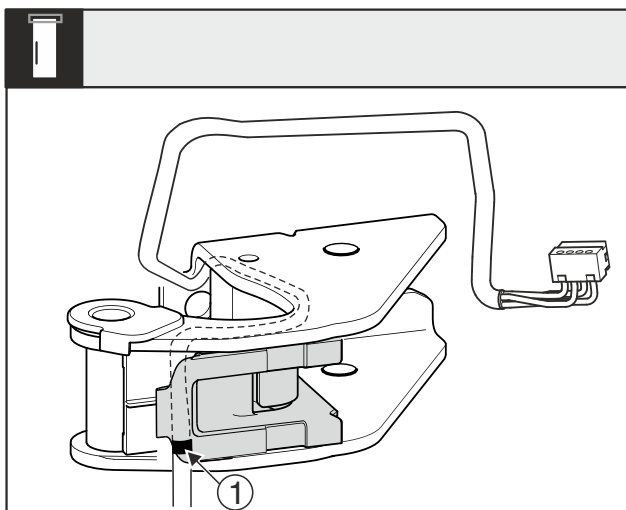

Fig. 28
- ▷ Prostřední značka Fig. 28 (1) přitom musí být na hraně držáku kabelu.